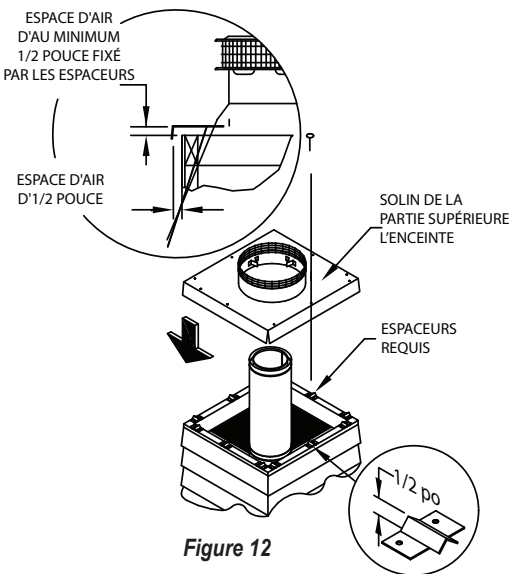

Figure 12
12. Attacher solin : Pour fermer l'enceinte, utilisez un solin de la partie supérieure. Le solin de la partie supérieure de l'enceinte permet un dégagement de 1 1/2 po maintenu entre la cheminée, offrant une ventilation d'air. Installez le solin en maintenant un espace de dégagement minimal d'un demi-pouce au-dessus de l'enceinte (*Fig. 12, 13*). Utilisez les agrafes d'espacement fournies pour créer un dégagement d'air de 1/2 po. Si le solin de ne convient pas aux dimensions de l'enceinte, utilisez un collet et prolongez la base du collet au besoin pour faire correspondre aux dimensions de l'enceinte. Assurez-vous qu'il y ait au moins un demi-pouce de dégagement et que les exigences de périmètre pour la ventilation soient respectées, comme démontré dans l'*image 12*. Fixez la section du collet à la partie supérieure de l'enceinte avec des vis ou des rivets métal. (*Fig. 14*). Scellez le collet supérieur à la partie supérieure de l'enceinte à l'aide d'un scellant étanche non durcissant pour garantir une connexion entièrement étanche. Une sélection supplémentaire de recouvrements pour l'enceinte fabriquée sur place est permise. Des espaceurs supplémentaires d'au moins 1/2 po peuvent être fabriqués sur place le cas échéant à partir de